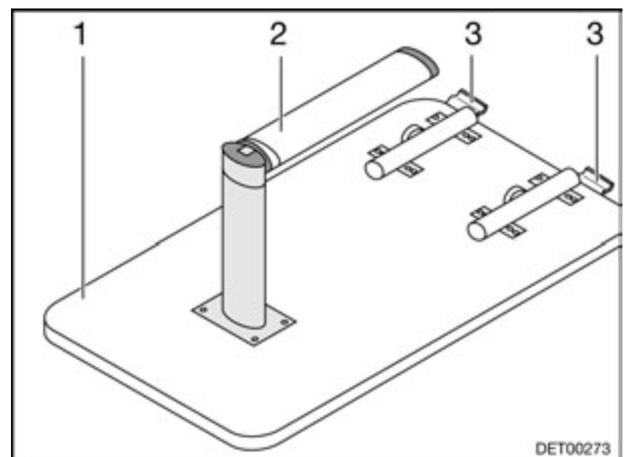
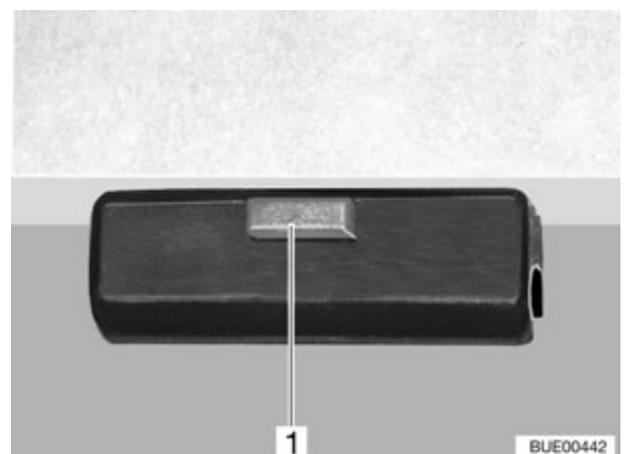

Fig. 58 Sommier de lit
Fig. 59 Dispositif de verrouillage
- Soulever légèrement le plateau de table (Fig. 58,1) à l'avant.
- Tirer la partie inférieure du pied de table (Fig. 58,2) vers le bas et le rabattre de 90°.
- Appuyer sur le bouton de déverrouillage (Fig. 59,1) sur le dispositif de verrouillage (Fig. 58,3).